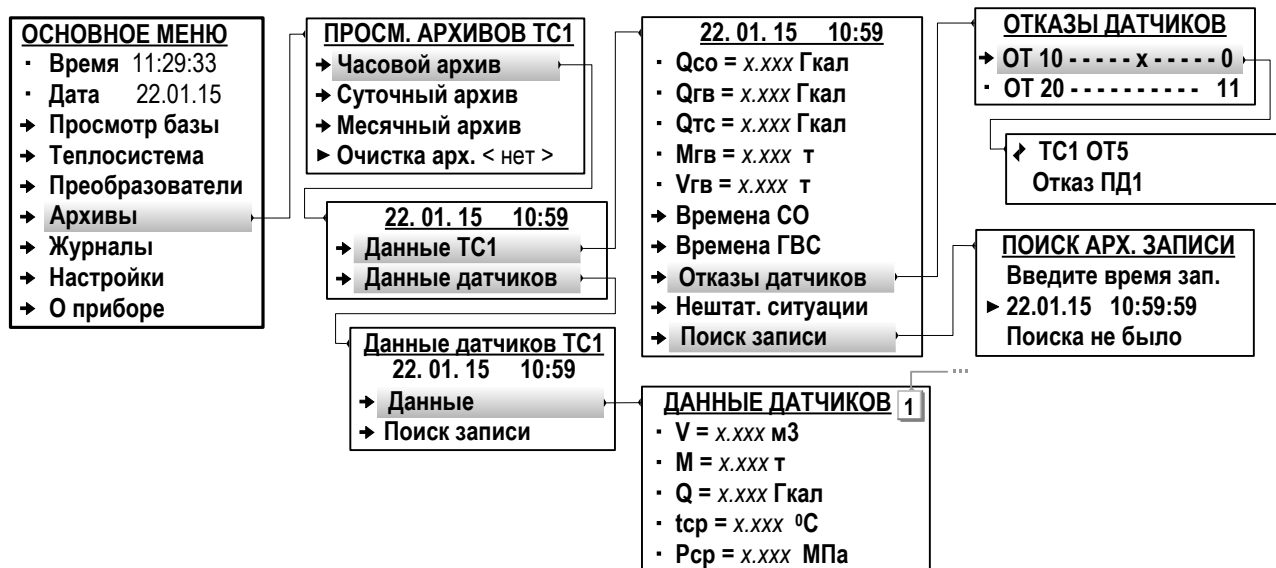

Рис.43. Вид окон индикации меню «Архивы» (режим СЕРВИС).
8.2.1. Результаты измерений и вычислений за определенный период времени работы тепловычислителя сохраняются во внутренних архивах (табл.3). Доступ ко всем архивным данным возможен только по интерфейсу. Доступ к основным архивным данным возможен из меню **Архивы**, вид которого показан на рис.43.
8.2.6. Для удобства просмотра архивных данных в ТВ предусмотрена функция **Поиск записи**. «Время записи», необходимое для начала поиска, вводятся в окне индикации **ПОИСК АРХ. ЗАПИСИ** (рис.43). В зависимости от вида просматриваемого архива параметру **Введите время зап.** (Введите время записи) необходимо назначить:
8.2.7. Очистка содержимого архивов выполняется в меню **Архивы** (рис.43) в режиме СЕРВИС. В окне индикации **ПРОСМ. АРХИВОВ ТС1 (ТС2)** для параметра **Очистка арх.** следует установить значение **да** и нажать кнопку .